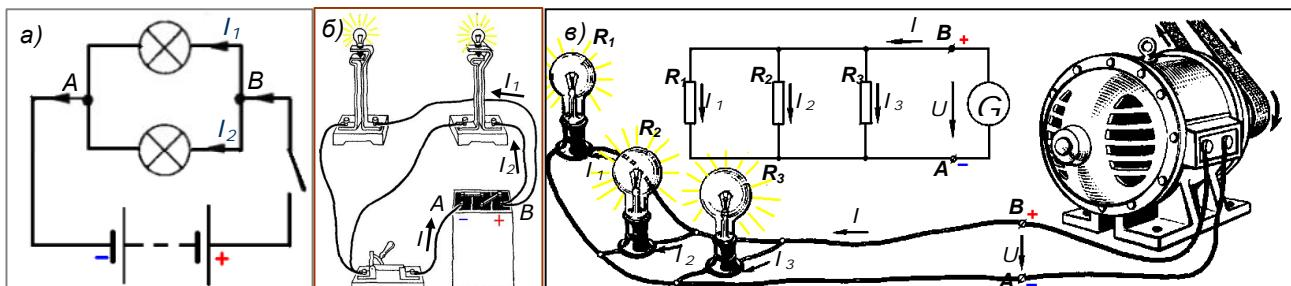
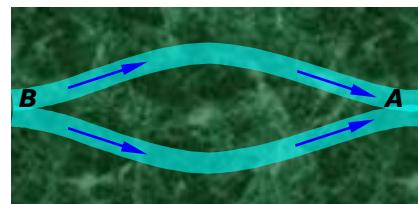

Рис. 102. Параллельное соединение двух лампочек, подключённых к батареи через ключ, показано слева:
Рис. 104. Поток воды разветвляется и сходится вновь.
10. Другой способ соединения проводников, применяемый в практике, называется **параллельным соединением**. На рис. 102 изображены цепи параллельного соединения электрических ламп. Обратите внимание на важные особенности такого соединения.
При параллельном соединении все входящие в него проводники одним своим концом присоединяются к одной точке цепи **A**, а вторым концом к другой точке **B** (рис. 102). Поэтому
20. При параллельном соединении ток в точке **B** (рис. 102 и 105) разветвляется, проходя через параллельно подключённые проводники, а затем вновь сходится в точке **A**, подобно тому как поток воды реки разветвляется, распределяется по отдельным каналам, сходящимся затем вновь, рис. 104.